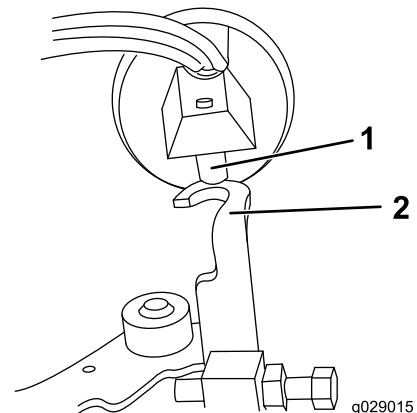

Bild 14
6. Platzieren Sie die elektromagnetische Kraftstoffsperre so, dass der Raststift mit dem Haken des Motorstopp-Hebels ausgerichtet ist (Bild 14).